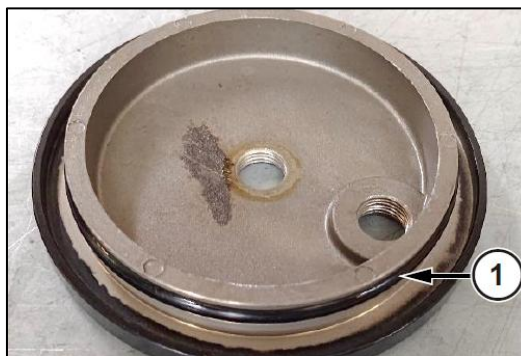

Fig. 310 - VERWIJDER DE O-RING
5. Verwijder de O-ring (1) van de deksel Fig. 310.